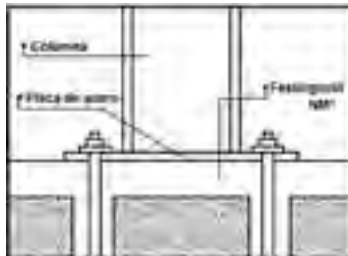

Fig. 2. Recibir placas de apoyo
- Recibir columnas de apoyo para estructuras metálicas (fig. 2)